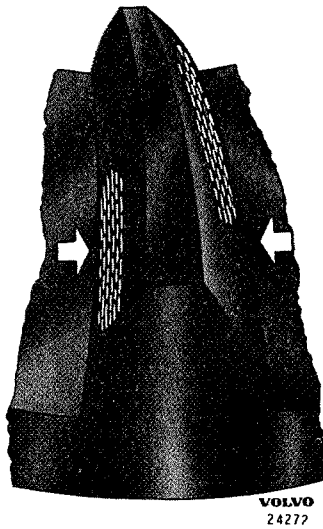

Fig. 4-118. Verkeerd tandcontact
- draagbeelden niet tegenover elkaar liggen, moet de plaats van de pignon versteld worden, voordat verder gegaan wordt met de montage. Als de draagbeelden op de aandrijfszijde te ver naar de hiel (brede kant) en op de achterzijde te ver naar de teen (smalle kant), zie 4-117, toe liggen, moet de pignon verder naar binnen (dieper in het kroonwiel) worden afgesteld. Indien het draagbeeld op de aandrijfszijde te ver naar de teen en op de achterzijde te ver naar de hiel toe ligt, zie Fig. 4-118, moet de pignon verder naar buiten (uit het kroonwiel) worden afgesteld. Houd er rekening mee dat de draagbeelden wat dichters naar de teen toe zullen liggen als de stelringen gemonteerd zijn dan met de gemonteerde lagers.